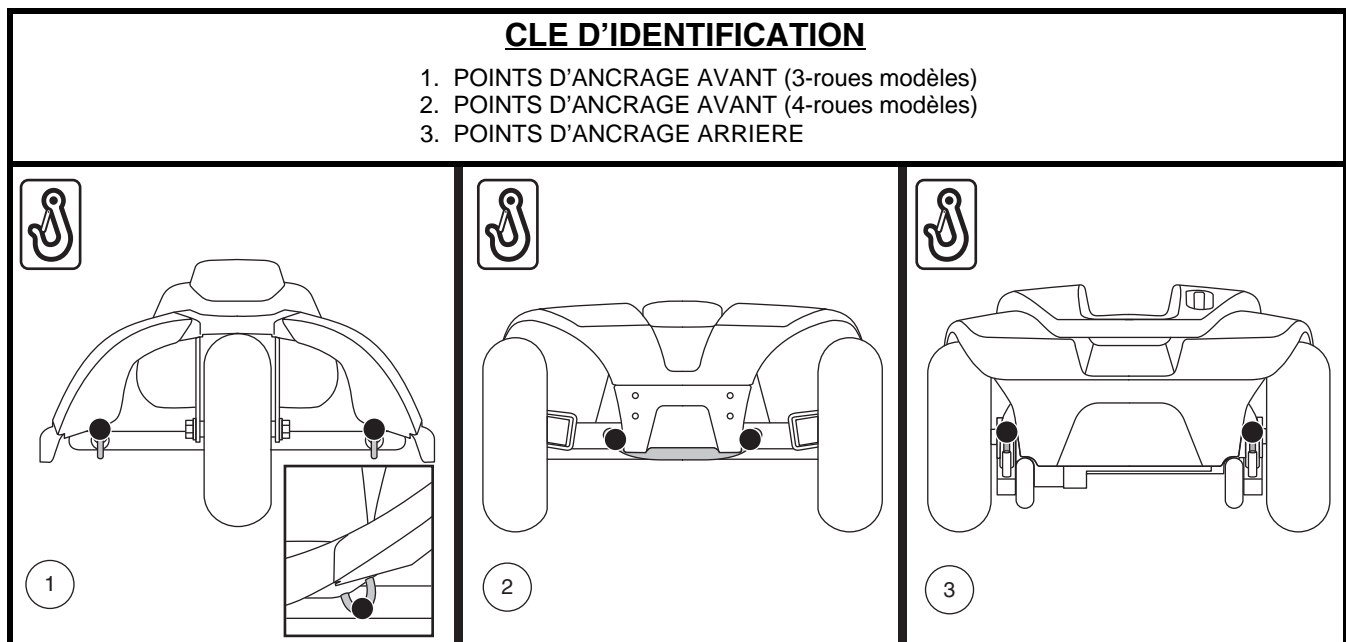

Figure 7. Points d'ancrage (indentifié avec des points noirs)
Le scooter doit toujours être ancrés face à l'avant du véhicule. Fixez les quatre (4) courroies aux points d'ancrage désignés sur le scooter. **Voir la figure 7.** Serrez-bien les courroies pour retirer le jeu excessif. N'attachez jamais le scooter par ses composantes réglables ou mobiles tels que les accoudoirs, capots ou roues. Ces articles devraient être enlevés. Positionnez les points d'ancrage arrière des courroies directement derrière le scooter. Les points d'ancrage avant sont disposés plus loin de chaque coté du scooter afin d'augmenter la stabilité latérale.